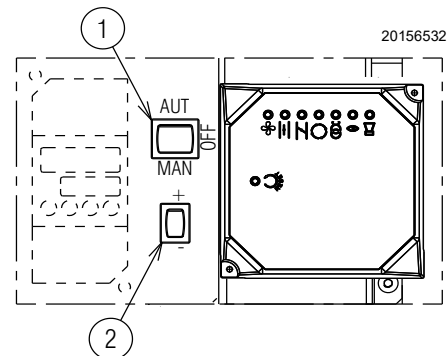
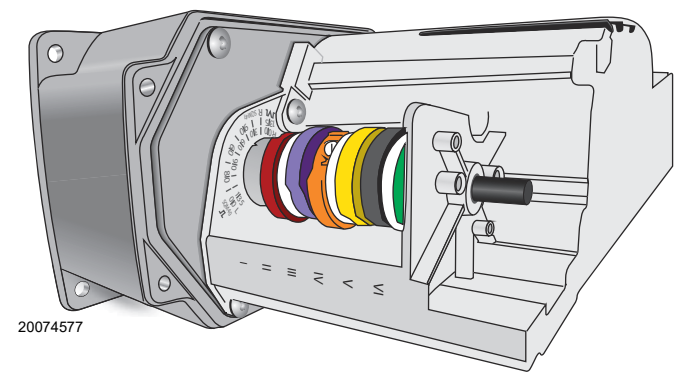
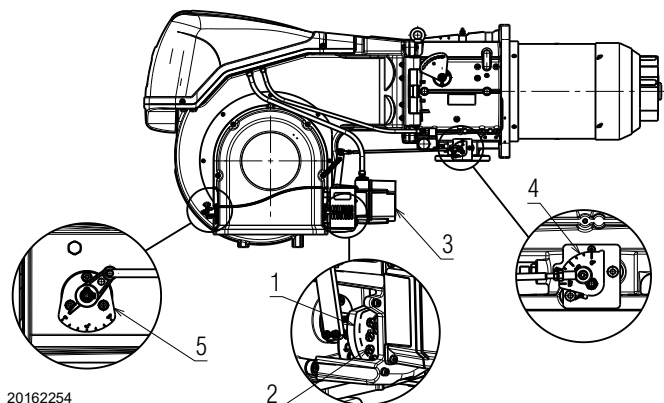
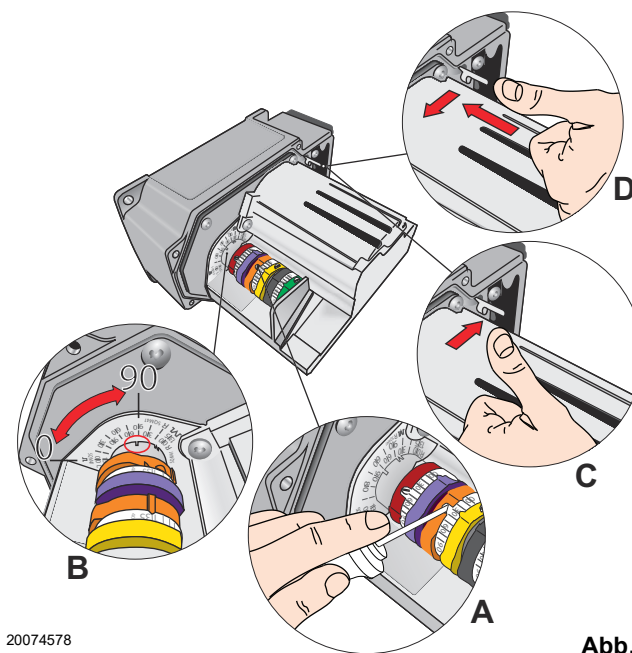

Abb. 24
Abb. 25
Abb. 27
Abb. 28
Den Schalter 1)(Abb. 24) in die Position „MAN“ bringen.
- den Schalter 1)(Abb. 24) auf „OFF“ stellen und warten, bis sich das Steuergerät ausschaltet;
Der Stellantrieb (Abb. 25) regelt gleichzeitig die Luftklappe und über den mechanischen Nocken mit verstellbarem Profil die Gasdrossel. Er dreht sich in 30 Sek. um 90°.
Die Einstellung der Luft erfolgt durch Verändern des Winkels des Nockens III) (Abb. 25) und mithilfe des Wählschalters 2)(Abb. 24). Für die Einstellung des Nockens des Stellantriebs siehe Abb. 28 A).
In der vorstehenden Beschreibung wurde der Brenner nicht abgeschaltet und bei MIN. Leistung betrieben. Drücken Sie nun die Taste 2)(Abb. 24 auf Seite 22) „Erhöhen der Leistung“ und halten Sie sie so lange gedrückt, bis der Stellantrieb die Luftklappe und die Gasdrossel geöffnet hat.
Die Einstellung der Luft erfolgt durch Verändern des Winkels des Nockens I) (Abb. 25 auf Seite 23) und mithilfe des Wahlschalters 2)(Abb. 24 auf Seite 22). Für die Einstellung des Nockens des Stellantriebs siehe Abb. 28 A).
Legende (Abb. 27)
Drücken Sie die Taste 2)(Abb. 24 auf Seite 22) „Verringern der Leistung“ und halten Sie sie gedrückt, bis der Stellantrieb (Abb. 28 B) die werkseitige Einstellung erreicht hat, dementsprechend die Luftklappe 5) und die Gasdrossel 4) (Abb. 27 auf Seite 24) einstellen.
Ändern Sie schrittweise das Ausgangsprofil des mechanischen Nockens 1) Abb. 27 auf Seite 24 durch Drehen der Schrauben 2).
Stellen Sie beispielsweise die Mindestleistung auf 800 kW ein, kontrollieren Sie die Emissionen und vergrößern oder verkleinern Sie ggf. die Öffnung der Luftklappe (Siehe „Lufteinstellung“ auf S. 24). Bringen Sie die Leistung durch Drehen der Schrauben 2) des mechanischen Nockens 1)(Abb. 27 auf Seite 24) wieder auf 800 kW und prüfen Sie die Emissionen.
Die Einstellung der Luft erfolgt durch Verändern des Winkels des Nockens III) des Stellantriebs (Abb. 25 auf Seite 23) und mithilfe des Wahlschalters 2)(Abb. 24 auf Seite 22). Für die Einstellung des Nockens des Stellantriebs siehe Abb. 28 A).
Für die eventuelle Einstellung des Nockens III siehe Abb. 28 A und B, Seite 24.
Nach erfolgter Einstellung der Höchst- und Mindestleistung des Brenners ist die Gaseinstellung auf mehreren Zwischenpositionen des Stellantriebs vorzunehmen. Den Übergang von einer Position zur nächsten erhält man, indem die Taste 2) am Zeichen (+) oder (-) gedrückt bleibt (Abb. 24 auf Seite 22). Üben Sie leichten Druck auf die Taste 2)(Abb. 24 auf Seite 22) "Erhöhen der Leistung" in der Weise aus, dass der Stellantrieb eine Drehung von ca. 20° vornimmt, siehe Skalenindex des Stellantriebs Abb. 28 B, Seite 24) und Skalenindex der Luftklappen 5)(Abb. 27 auf Seite 24).
Schrauben Sie die Schraube 2) des vorher ausgewählten mechanischen Nockens 1)(Abb. 27 auf Seite 24) ein- oder aus, um den Gasdurchsatz zu erhöhen oder zu verringern und ihn so an den entsprechenden Luftdurchsatz anzupassen, um eine optimale Verbrennung zu erzielen.
Schalten Sie den Brenner über den Schalter 1)(Abb. 24 auf Seite 22) ab, OFF-Stellung, entriegeln Sie den mechanischen Nocken 1)(Abb. 27) um die Zahnräder des Stellantriebs zu trennen, drücken und verschieben Sie dazu die Taste 3)(Abb. 28 D, Seite 24) und prüfen Sie mehrmals durch manuelles Drehen des mechanischen Nockens 1)(Abb. 27) nach vor und zurück, ob die Bewegung sanft und reibungsfrei abläuft.
Es empfiehlt sich den mechanischen Nocken 1)(Abb. 27 auf Seite 24) wieder am Stellantrieb zu verriegeln; dazu die Taste 3)(Abb. 28 C, Seite 24) nach oben drücken.